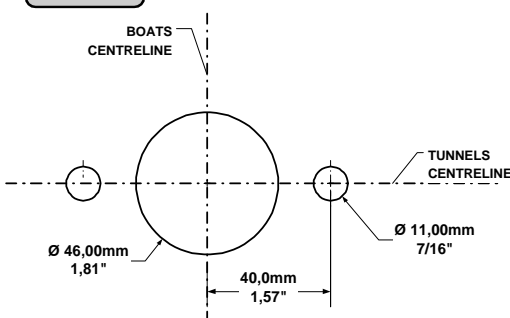

Fig. 3
2. The curved tunnel end makes the thruster take water also from along the hull-side, creating a vacuum that will suck the boat sideways and thereby give additional thrust (Fig. 3 & 4). With a sharp tunnel end, the thruster will be unable to take water from along the hull-side, and you will not get the desired vacuum and additional thrust. This "free" additional thrust can in optimal installations be as much as 30 - 40% of the total thrust.
2. Abrundungen ermöglichen, daß Wasser entlang der Rumpfaußenseite angesaugt werden kann. Dadurch entsteht ein Vakuum ("zusätzliche" Schubkraft"), das das Schiff seitwärts bewegt (Fig. 3 & 4). Bei scharfkantigen Enden kann kein Wasser entlang der Rumpfaußenseite angesaugt werden, wodurch das benötigte Vakuum nicht zustande kommt. Diese Schubkraft kann bei optimaler Installation bis zu 30-40% der absoluten Schubkraft betragen.
2. The drag will also be reduced a lot, especially in fast power boats, by making a deflector / spoiler in front of the tunnel. This will push the waterflow out from the hull so that most of it passes by the back face of the tunnel (Fig. 3). The shape and size of this deflector will depend on the hull shape. Basically you should not see the back face of the tunnel when standing directly in front of the tunnel at the angle of the boats centreline. The easiest way of making this is to let a part of the tunnel stick out in the lower forward area of the hole, and use this as a support to mould a soft curve / spoiler shape.
2. Der Geschwindigkeitsverlust kann speziell bei schnellen Booten durch einen Abweiser bzw. Spoiler vor dem Tunnel deutlich reduziert werden. Das Wasser wird so beeinflusst, daß es größtenteils an der frontalen Fläche vorbei geleitet wird (Fig. 3). Form und Größe des Abweisers hängen von der Rumpfform ab. Prinzipiell sollte auch hier die Innenseite des Tunnels von vorne nicht sichtbar, sondern durch den Abweiser verdeckt sein. Dieser läßt sich einfach realisieren, indem man den Tunnel ein Stück aus dem Rumpf herausstehen läßt und darauf einen geschwungenen Abweiser / Spoiler formt.
Grind off the gelcoat and polyester so that you are down in the "real fibreglass" in an area of 12cm around the hole both inside and outside in the hull to cast the tunnel to the hull. (Fig. 3).
Den Rumpf auf der Innenseite 12cm um das Tunnelloch frei von Gelcoat und Polyester machen, bis Fibreglas sichtbar wird (Fig. 3).